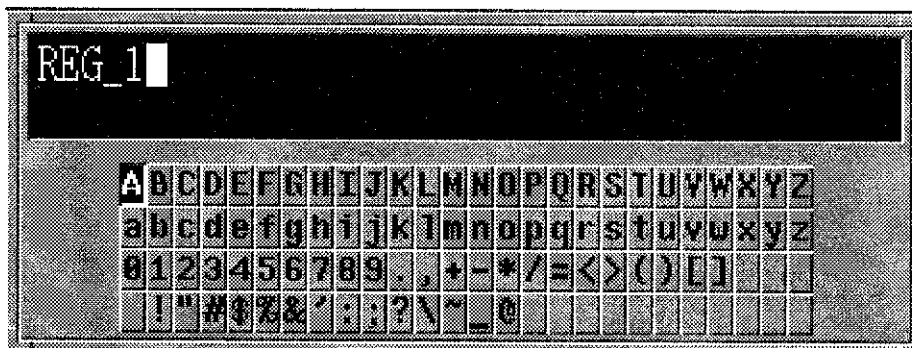

図 4-9 ラベル・ウィンドウ表示
- ① **[SAVE]** を押し、セーブ・メニューを呼び出します。
- ② **{SAVE REGISTER}** を押し、セーブ・レジスタ・メニューを呼び出します。
- ③ **{RENAME REG}** を押し、ラベル・ウィンドウが表示され、名前編集メニューを呼び出します。
- ④ 名前編集メニュー
{EDIT NAME}	: ラベル・ウィンドウ (図 4-9) が表示され、文字編集メニューを呼び出します。(⑤を参照)